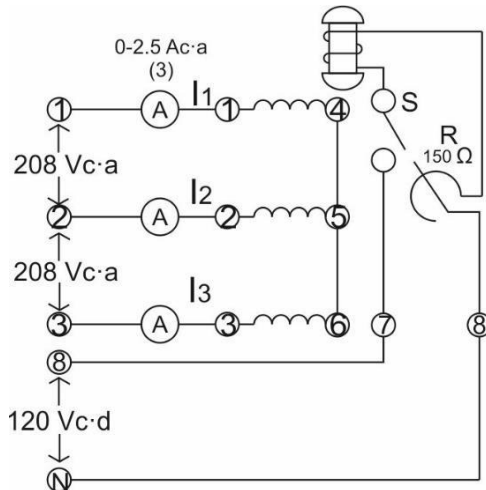

Figura 1
1. El motor síncrono es el adecuado para impulsar de c-d, debido a su velocidad constante de operación. Conecte el circuito que aparece en la figura 1, usando Módulos EMS de fuente de alimentación, medición de c-a y motor síncrono.